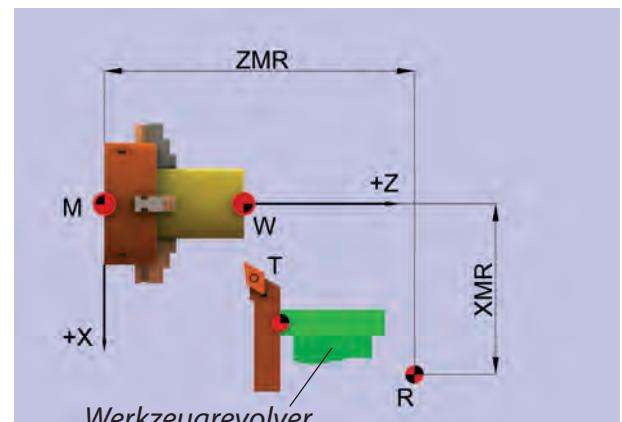

Abbildung 5
## Referenzpunkt (R) (Abb. 5):
## Werkzeugträgerbezugspunkt (T) (Abb. 5):